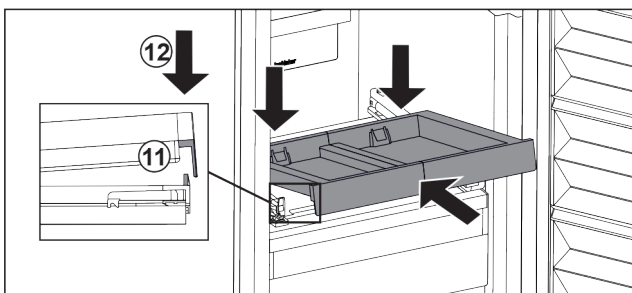

Fig. 37
- ▶ Вставьте, наклоняя вниз. Обратите внимание на то, чтобы на обеих сторонах упор был за накладкой. Fig. 37 (11)
- ▶ Снимите выдвижную панель спереди. Fig. 37 (12)